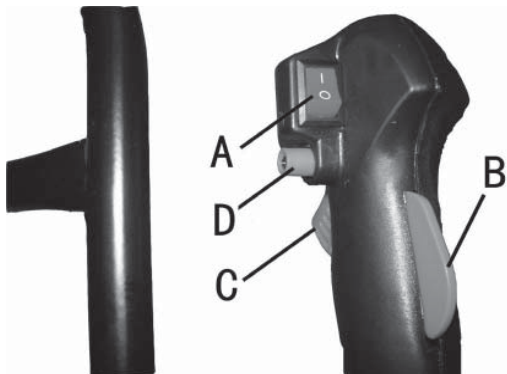

Рис. 3
1. Переведите выключатель А (Рис.3) в положение «Вкл».
1. Отпустите курок газа (С, Рис.3) и дайте двигателю поработать на холостом ходу 2-3 минуты, чтобы двигатель остыл.
2. Выключайте двигатель, установив выключатель (А, Рис.3) в положение «Выкл».